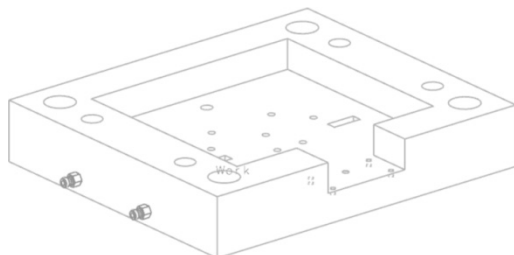

图 16-62 创建水嘴
(18) 选取 B 板侧面为水嘴放置面，单击“确定”按钮，在【标准件位置】对话框中把“X 偏置”设为 50mm，“Y 偏置”设为-45mm。
(19) 单击“确定”按钮，创建第一个水嘴。
(20) 将“X 偏置”设为-50mm，“Y 偏置”设为-45mm，创建第二个水嘴，如图 16-62 所示。